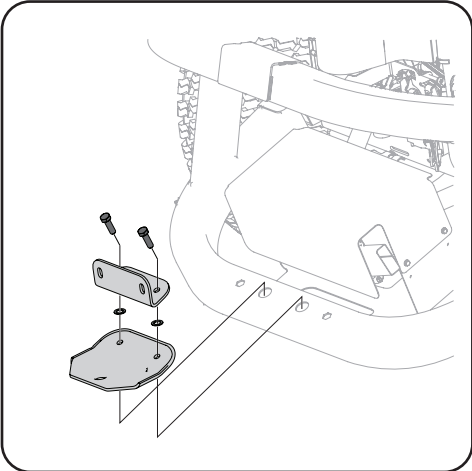

Figure 4-3
3. Installez l'ensemble du support sur le châssis inférieur du tracteur au moyen de deux vis d'assemblage (710-0376). Consultez la Figure 4-3.